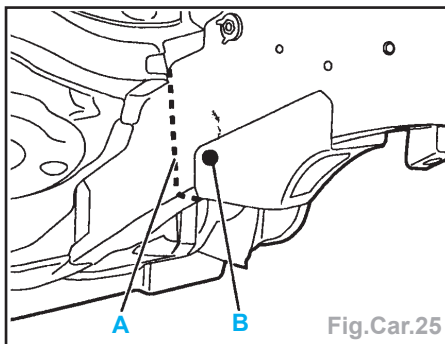

Fig.Car.25
- Souder par cordons successifs au MIG (suivant A) (Fig.Car.25).